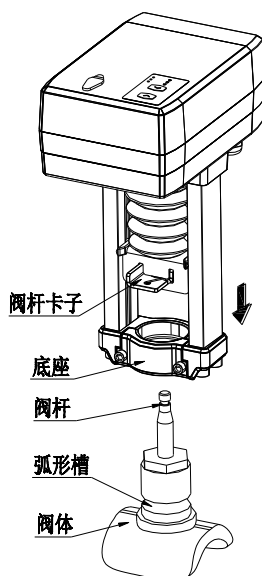
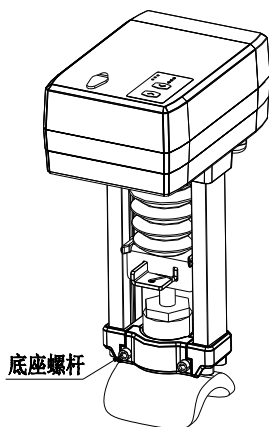
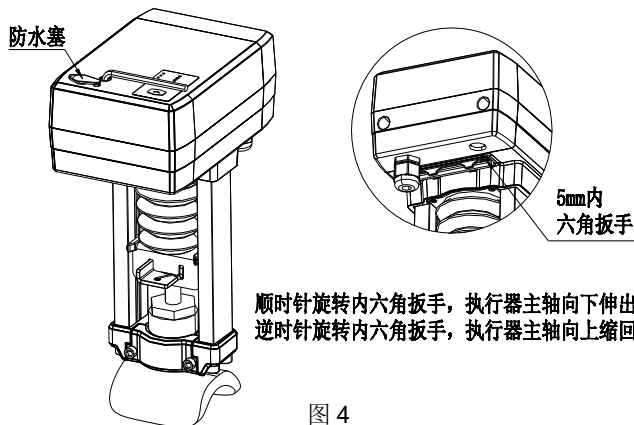

图 1
图 2
图 4
接线端子定义如下表。由于产品具有多种选型，实际接线应按照产品上的接线图接线。该表中的“向下动作”和“向上动作”是指执行器在垂直安装时(见图 1-图 4)的动作方向。
2. 上述描述中的“上”和“下”是指当执行器垂直安装时(如下图 1-图 4 所示)所指的方向。
1.上电自适应(SW6: OFF): 产品出厂默认为此模式。即执行器通电后直接进入此模式，此时执行器工作状态指示灯为橙色常亮，执行器将自动先向下运行直到最下端位置，再立即向上运行直到最上端位置(“上”和“下”是指当执行器垂直安装时,如下图 1-图 4 所指的方向),再进一步运行到控制信号对应位置。如此时为“断信号”情况，则按“断信号”程序执行。
进入：同时长按  5s 以上，进入本地控制模式，指示 LED 为红色常亮。此时，单独按  执行器向上运行，单独按  执行器向下运行(“上”和“下”是指当执行器垂直安装时,如下图 1-图 4 所指的方向)。
执行器可以用内六角扳手插进防水塞内孔(图 4)里进行手动操作。在通电情况下操作时, 电机自动断电, 确保手动操作安全。当内六角扳手退出后, 电机重新运行。手动操作过程中, 若内六角扳手出现传动打滑, 是因为执行器主轴运行受阻或已达到运行方向上的最大极限位置。此时, 应停止操作, 否则会损坏执行器。
1. 执行器与阀门安装固定: 如图 1, 把执行器如箭头示意方向套入阀体, 推动执行器的阀杆卡子, 对准卡入阀杆顶部的环形槽内, 再将执行器底座内侧的凸起对准阀颈部的弧形槽卡入, 如图 2, 锁紧底座螺杆, 使其牢固的与阀门安装。